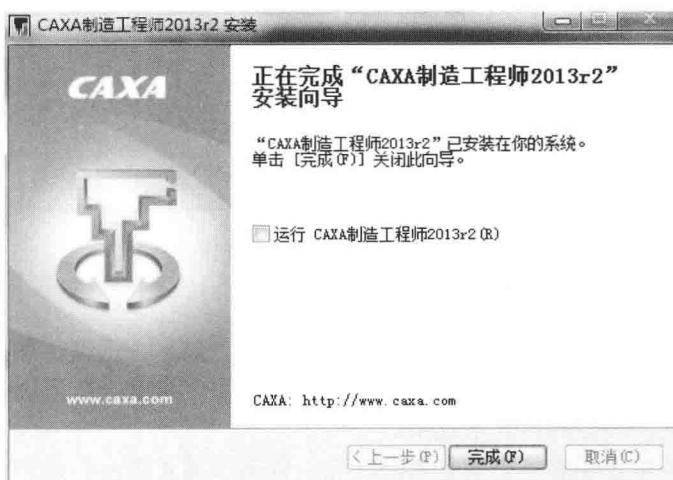

图 1-13 安装完成
- [6] 整个软件安装完成后，系统显示如图 1-13 所示的安装完成对话框，单击【完成】按钮，即可以启动 CAXA 制造工程师 2013 开始工作。